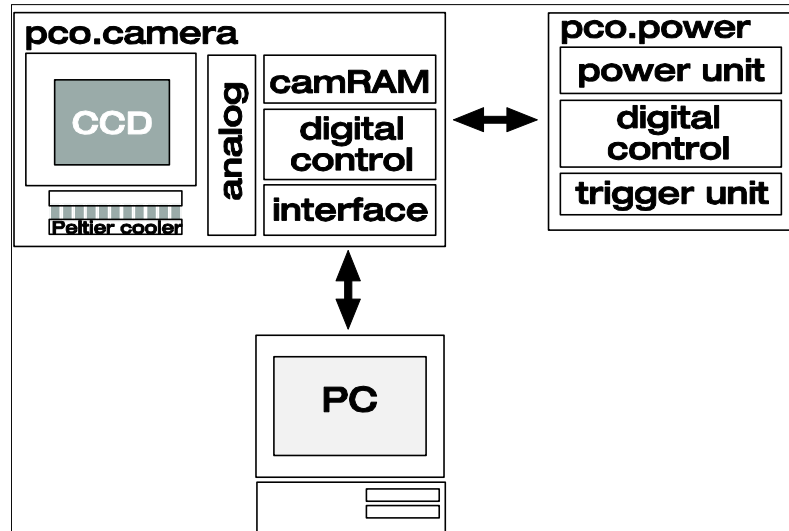

Abbildung 3.1: Strukturelle Darstellung der Funktionseinheiten des Kamerasystems pco.camera
In der Kamera befindet sich der Bildsensor (siehe Abbildung 3.1, „CCD“ oder „CMOS“) welcher die Lichtsignale oder Photonen in elektrische Ladungen umwandelt. Je nach Kamertyp ist dieser Bildsensor zusätzlich durch einen thermoelektrischen Peltier-Kühler gekühlt, um die Akkumulation von sogenannten Dunkelladungen (nur relevant für lange Belichtungszeiten) zu reduzieren und temperaturabhängige Schwankungen im Untergrund des ausgelesenen Bildes zu vermeiden.
Die erzeugten Ladungen werden nach mehreren Schiebeprozessen im Falle des CCD Bildsensors analog verarbeitet (siehe Abbildung 3.1, „analog“) und in digitale Werte umgewandelt. Anschließend werden sie mit einer hohen Datenrate in den Speicher der Kamera übertragen (siehe Abbildung 3.1, „camRAM“, CCD – 160MB/s). Dort werden sie dann in Form von Bilddaten gespeichert und in Abhängigkeit vom eingestellten Betriebszustand (siehe Abbildung 3.1, „pco.camera - digital control“) aufbewahrt oder über die Datenschnittstelle (siehe Abbildung 3.1, „interface“) an einen PC weitergeleitet.
Die dafür notwendige Energie wird vom zugehörigen Netzteil (siehe Abbildung 3.1, „pco.power“) bereitgestellt. Dieses Netzteil übernimmt aber noch weitere Aufgaben neben der Erzeugung der erforderlichen Versorgungsspannungen (siehe Abbildung 3.1, „power unit“):
- es enthält alle externen Anschlüsse zur Zeitsteuerung und deren Kontrolle (siehe Abbildung 3.1, „trigger unit“), und
- es regelt die vorgegebene Temperatur am Bildsensor (siehe Abbildung 3.1, „pco.power – digital control“).
Aufgrund der Struktur des Systems ist es möglich, die Kamera vom PC aus in einen Aufnahmemodus zu versetzen, den PC dann von der Kamera zu trennen und später wieder anzuschließen. Auch gestattet der vorhandene Bildspeicher in der Kamera (siehe Abbildung 3.1, „pco.camera – camRAM“) erweiterte Betriebsarten wie zum Beispiel einen Ringspeicherbetrieb. Dabei werden ständig Bilder aufgenommen und bei vollem Speicher die jeweils ältesten Bilddaten wieder überschrieben. Sobald ein erwartetes Ereignis eingetreten ist, kann man die Aufnahme stoppen und hat das Ereignis selbst sowie eine gewisse Zeit davor gespeichert.